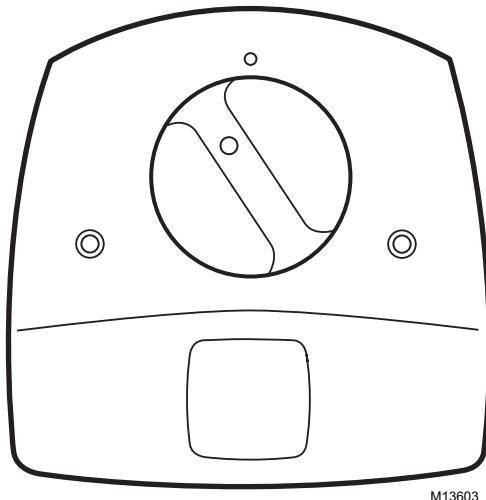

Fig. 16. Placer la lampe de façon à la réinsérer dans le culot.
7. Insérer la lampe dans la base de façon à ce que le voyant soit à 11 heures (à gauche du bouton en relief situé sur le couvercle de l'appareil). Exercer une légère pression et tourner doucement dans le sens antihoraire jusqu'à ce que la lampe soit complètement insérée dans le culot. Voir la Fig. 16.
- 8.** Insérer la lampe dans la base de façon à ce que le voyant soit à 11 heures (à gauche du bouton en relief situé sur le couvercle de l'appareil). Exercer une légère pression et tourner doucement dans le sens antihoraire jusqu'à ce que la lampe soit complètement insérée dans le culot. Voir la Fig. 16.